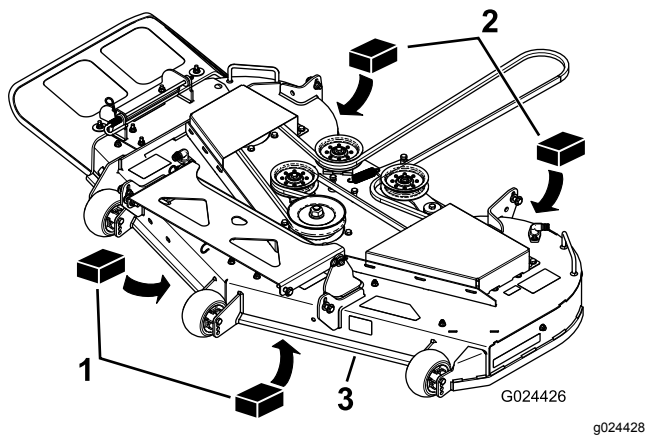

Figure 74
3. Placez 2 cales de 6,6 cm d'épaisseur sous chaque côté du bord avant du plateau de coupe, mais pas sous les supports des galets anti-scalp (Figure 74).
4. Placez deux cales de 7,3 cm d'épaisseur sous le bord arrière de la jupe du plateau de coupe, une de chaque côté (Figure 74).